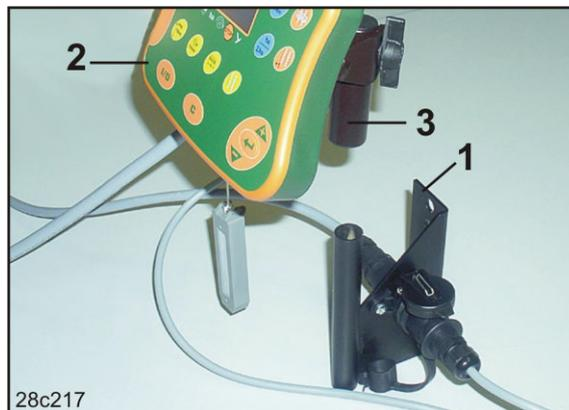

Fig. 11
1. Die Konsole (Fig. 11/1) schwingungsfrei und elektrisch leitend rechts vom Fahrer in der Schleperkabine im Sicht- und Griffbereich des Terminals (Fig. 11/2) anschrauben.
2. Das Bedien-Terminal mit dem Gegenstück (Fig. 11/3) ausrüsten.